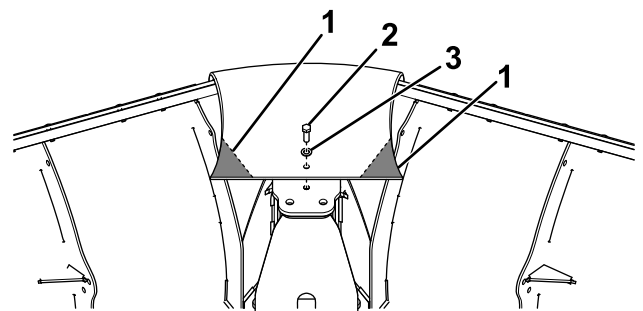

Figura 9
14. Perfore un taladro de 9.5 mm (3/8") a través de la banda, y sujétela a la parte superior de la sección central del quitanieves usando un perno (1/2") y una arandela (1/2"), como se muestra en la Figura 9.
- Recorte las esquinas de la banda central para evitar que interfiera con el movimiento del quitanieves (Figura 9).